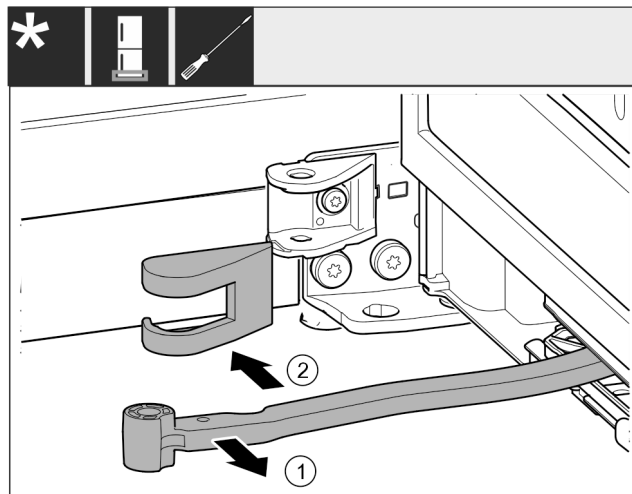

Fig. 16
- Otočte kloub Fig. 16 (1) směrem ke dveřím.
- Odstraňte kryt stojanu ložiska Fig. 16 (2).